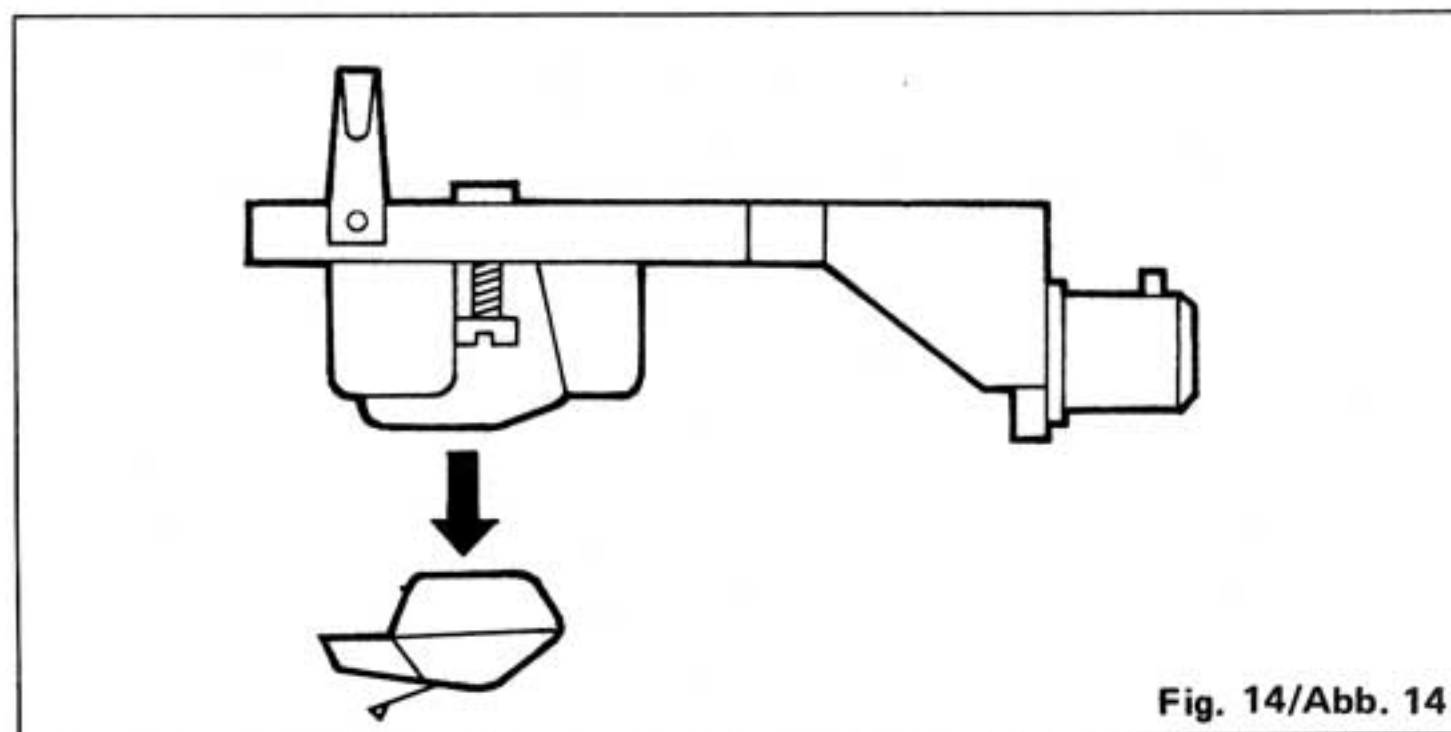

Fig. 14/Abb. 14
3. Pull the stylus out in the arrow direction, holding the stylus holder by finger. (See Fig. 14)
3. Ziehen Sie entsprechend Abb. 14 den Nadelträger in Pfeilrichtung heraus.
3. En maintenant le porte-aiguille d'un doigt, tirez l'aiguille dans le sens de la flèche. (Voir Fig. 14)